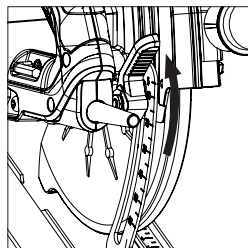

Fig. 10
- Desserrez le mécanisme de blocage et de réglage de la profondeur en levant le levier de fonctionnement. (**Fig. 10**) (CCSL affiché. Tous les autres modèles se ressemblent).